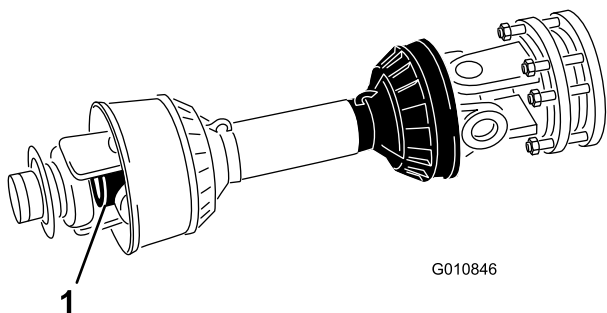

Figura 14
9. Faça deslizar os tubos do eixo da tomada de força em simultâneo até ficarem totalmente recolhidos. Verifique se o tubo **interior** não se projecta para o cruzamento e para a secção do rolamento do outro tubo (Figura 14). Se isto acontecer, corte **mais** do tubo interior para corrigir o problema.